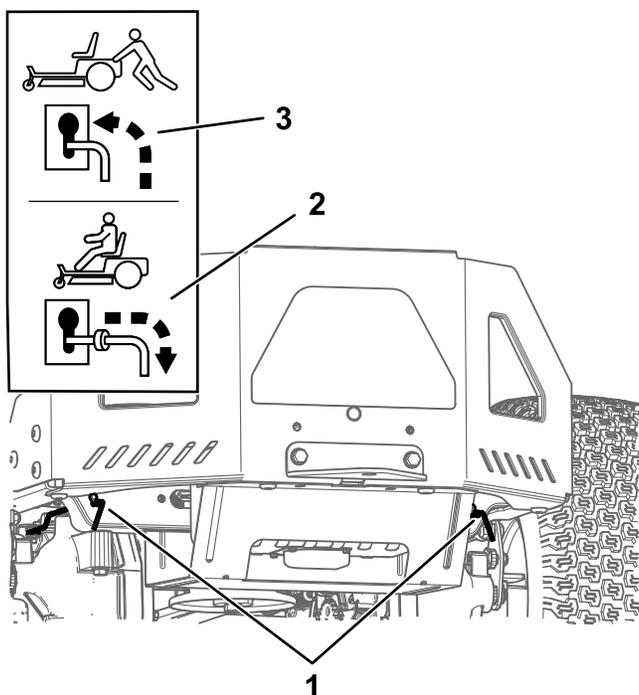

Рисунок 30
4. Вытяните оба рычага перепуска вперед через отверстия с пазами и опустите вниз, чтобы зафиксировать их на месте (Рисунок 30).